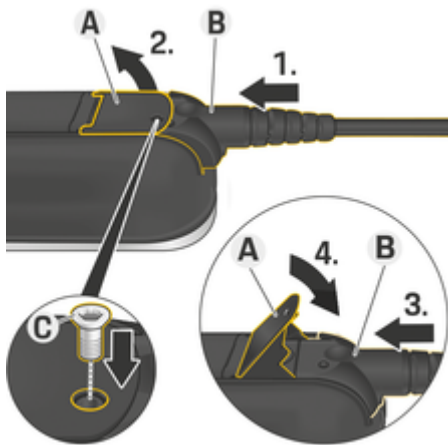

图 268: 连接电缆和固定插头
✓ 杆 A (图 268) 已合上。
1. 将插头 B (图 268) 插入控制单元内, 直至感觉到阻力。
2. 提升杆 A (图 268)。
3. 完全推入插头 B (图 268)。
4. 合上杆 A (图 268)。
5. 使用螺钉 C (图 268) 将插头 B (图 268) 固定到控制单元上。